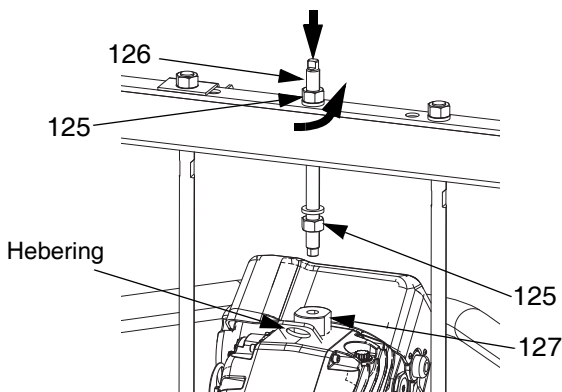

ABB. 41: 55-Gallonen-Platte
5. Antrieb (AB) trennen:
- a. Ein sicheres Hebezeug am Hebering des Antriebs befestigen. Mutter (125) unter Querbalken lösen.
- b. Hebering-Adapter (127) mit Schraubenschlüssel fixieren und Gewindestange (126) über dem Querbalken mit einem anderen Schraubenschlüssel lösen. Siehe ABB. 41.